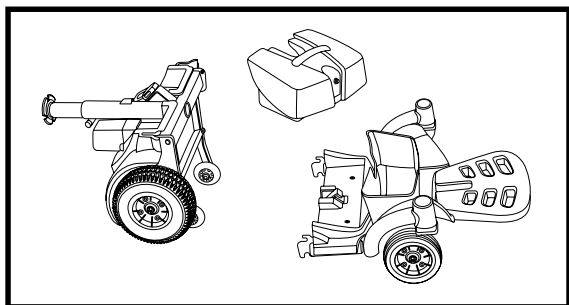

Figura 13. Posizionamento Parte Posteriore
1. Far ruotare la parte posteriore della Go-Chair sulle ruotine anti-ribaltamento. Vedere figura 13.